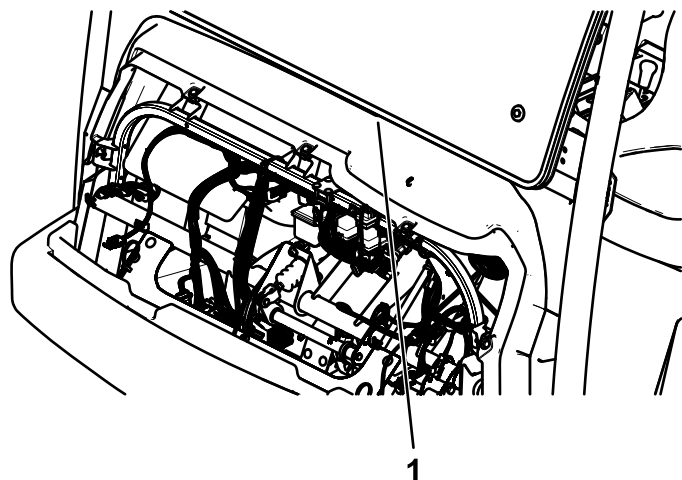

Figure 38
4. Fermez l'espace entre le tablier et la cabine en vissant plus ou moins le boulon entièrement fileté (½" x 4") jusqu'à ce que la plaque de butée soit poussée vers le haut sur le tablier (Figure 38).